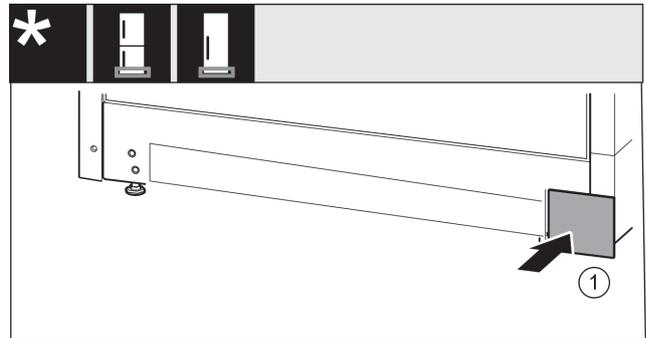

Fig. 28
- ▶ Abdeckung auf der anderen Seite wieder aufsetzen. Fig. 28 (1)